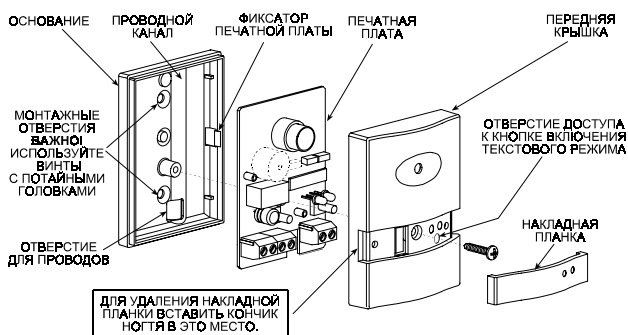

Рисунок 2. Разборка детектора
3.3 Разборка детектора (Рис. 2)